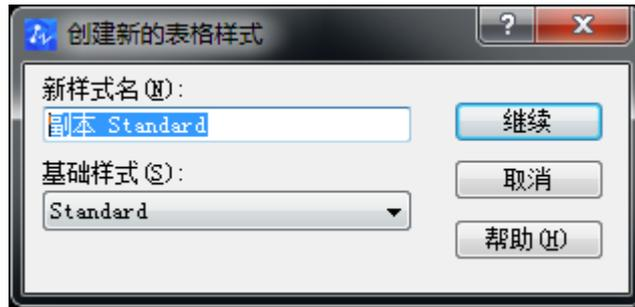

图 7-25 “创建新的表格样式”对话框
**新建:** 打开“创建新表格样式”对话框,如图 7-25 所示。通过该对话框创建新的表格样式。
在“表格样式”对话框中，点击【新建】按钮，打开“创建新的表格样式”对话框，如图 7-25 所示在“新样式名”中输入新的表格样式名称，在“基础样式”下拉列表框中选择用于创建新样式的基础样式，中望 CAD 将基于所选样式来创建新的表格样式。